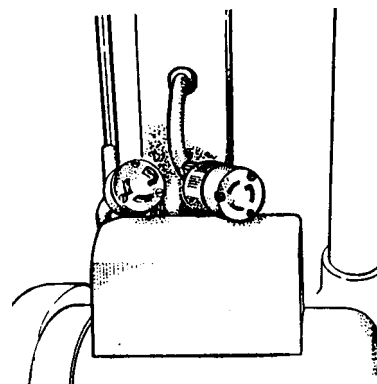

Abbildung 7
5. Schließen Sie das Anschlusskabel des Griffs an das Motorkabel an. Richten Sie den Erdungsstecker aus, setzen Sie ihn ein und drehen Sie ihn. Siehe Abbildung 7.